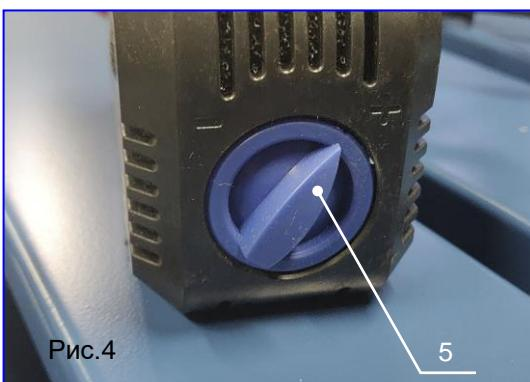

Рис.4
7. Подачу воды к режущему диску можно изменять при помощи поворотного регулятора (поз.5, рис.4), расположенного на боковой стороне водяного насоса.